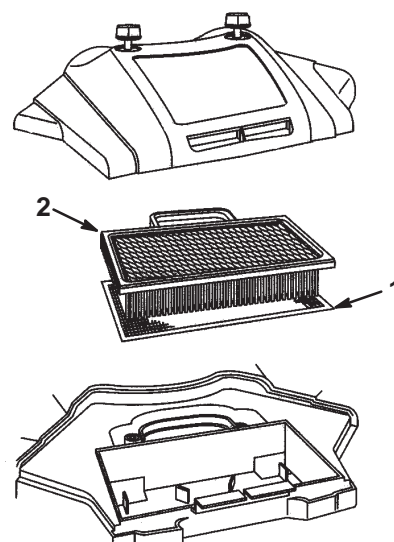

Figure 34
3. Sortez la cartouche en papier et l'élément en mousse (Fig. 34).
3. Reposez le couvercle du filtre à air et les boutons (Fig. 34).